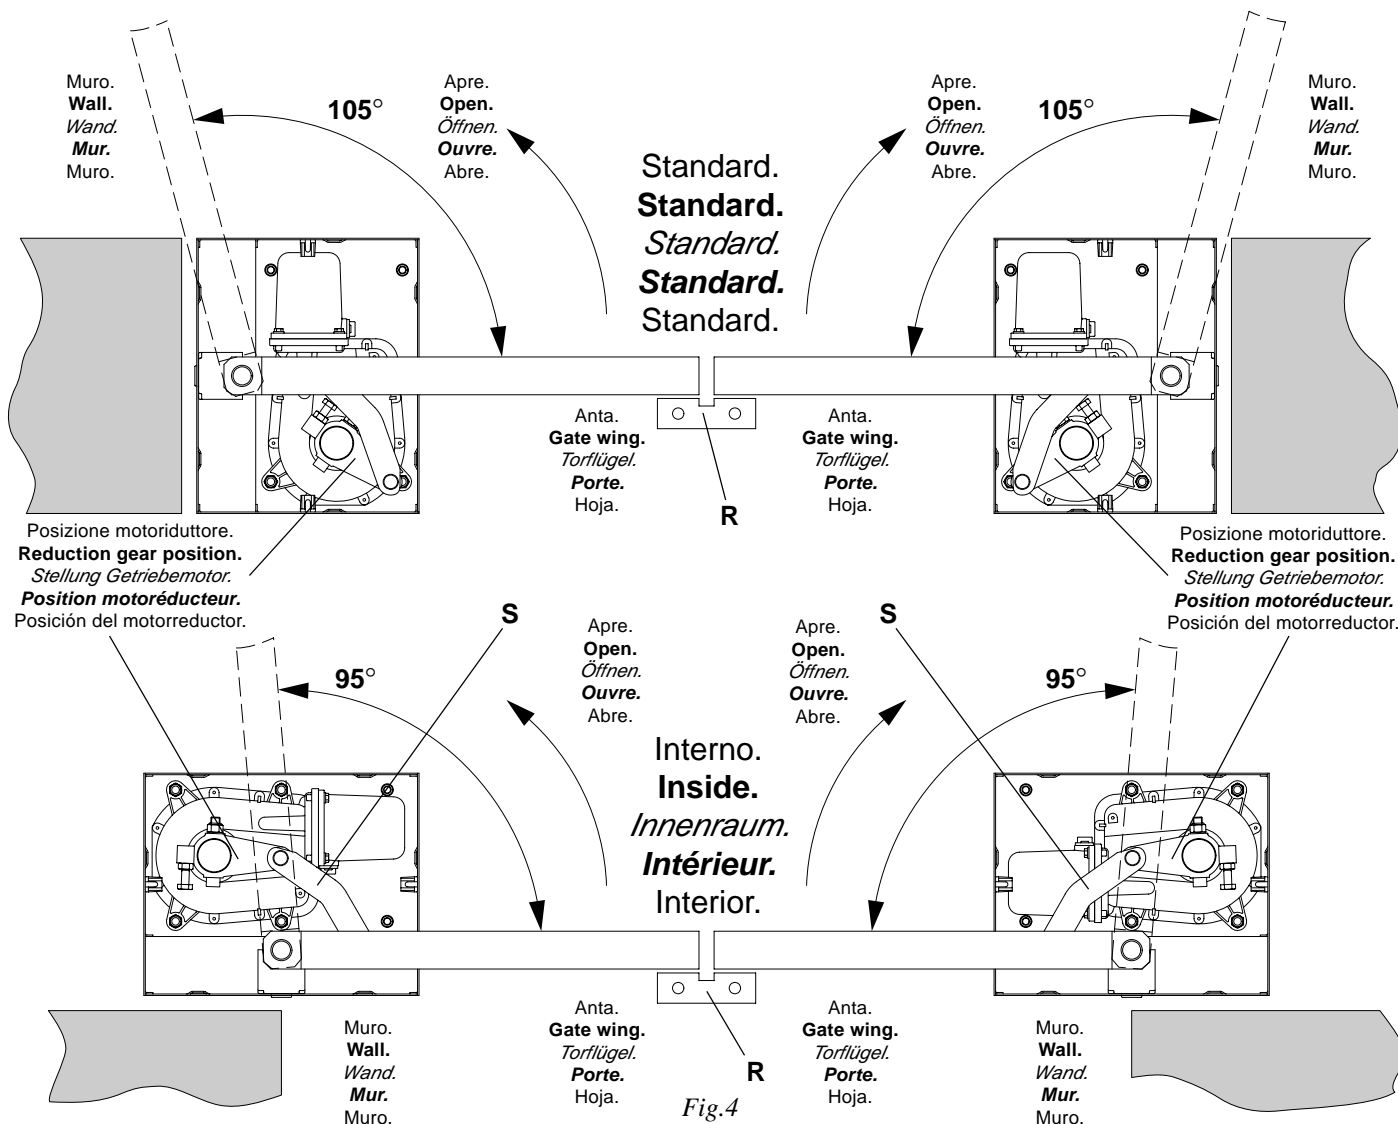

Fig.4
N.B.: La massima apertura ottenibile per i diversi piazzamenti della cassa (standard o interno) è indicata in fig. 4. Per aperture maggiori utilizzare l'accessorio DU.IT180N.
N.B.: Fig. 4 shows the maximum opening in the various positions of the casing (standard or inside). For greater openings use the accessory DU.IT180N.
N.B.: Die maximale Öffnung für die verschiedenen Positionen des Gehäuses (Standard oder inneren) ist im Abb. 4 angegeben. Soll die Öffnung größer sein, Zubehör DU.IT180N verwenden.
N.B.: L'ouverture maximum pouvant être obtenue pour les différentes mises en place du coffre (standard ou interne) est indiquée à la fig. 4. Pour des ouvertures supérieures, se servir de l'accessoire DU.IT180N.
N.B.: La máxima apertura conseguible para los diversos montajes de la caja, (standard o interno), se indica en la fig. 4. Para aperturas mayores utilizar el accesorio DU.IT180N.